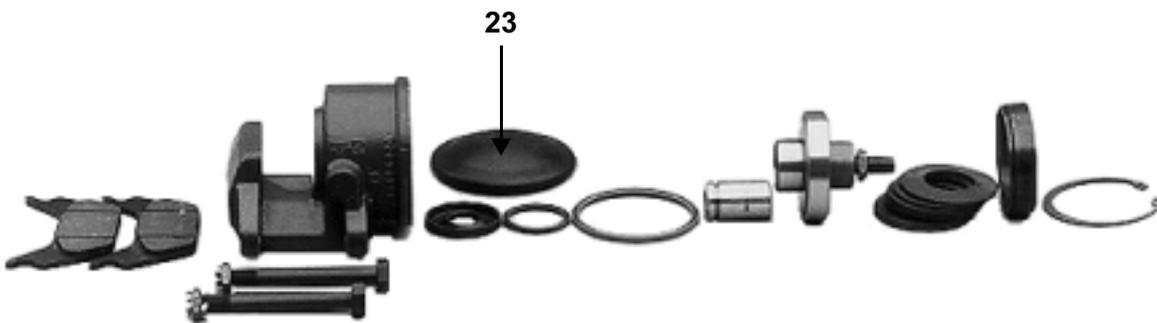

Bild 4
Bild 4 zeigt eine Bremsenausführung mit einer Schutzkappe (23) aus Gummi.